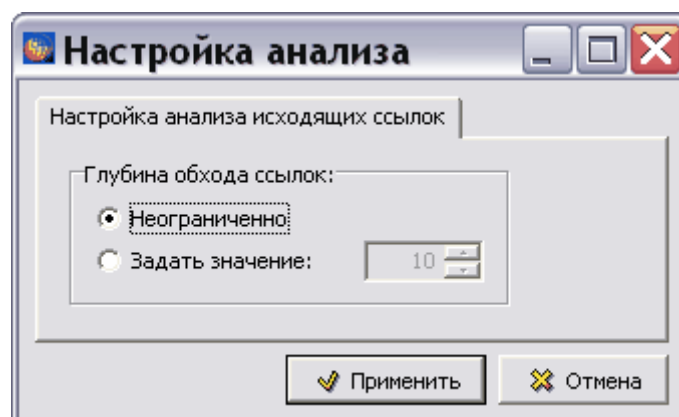

Рис. 8.161
4. Нажмите на кнопку **Применить**. После этого появится окно **Настройка анализа** (Рис. 8.161).